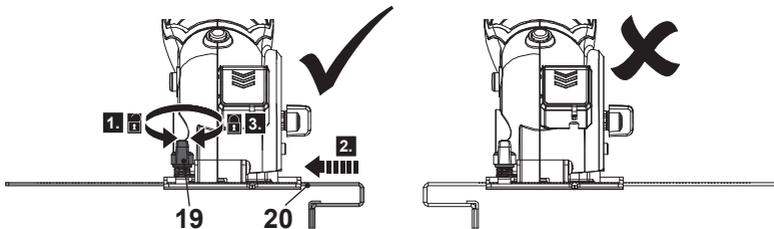

Fig. 4
1. Desaperte o botão de fixação da guia paralela (19) no sentido dos ponteiros do relógio (Fig. 4, passo 1).
2. Alinhe a guia paralela (20) à ranhura e insira-a apenas do lado esquerdo da ferramenta (Fig. 4, passo 2).
4. Fixar a guia paralela (20) na posição, apertando o botão de fixação da guia paralela (19) no sentido horário (Fig. 4, passo 3).